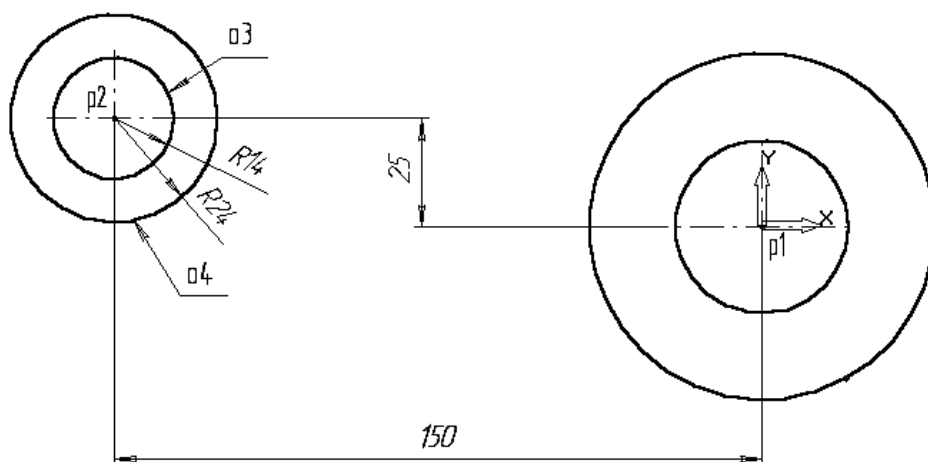

рис. 3.
4. Постройте окружность **o3**, рис. 3 с осевыми линиями и радиусом 14 мм.